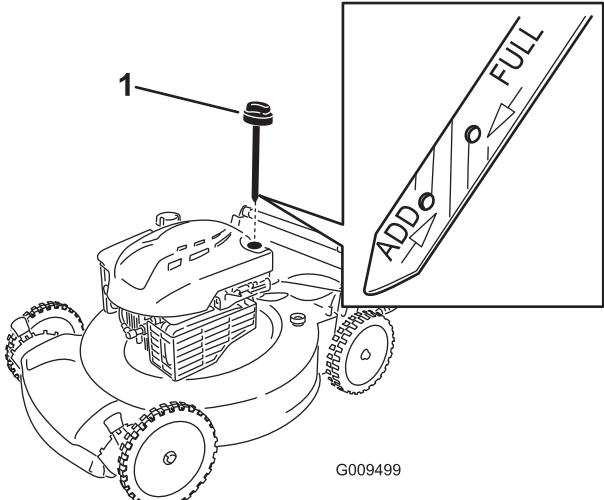

Bild 28
- Nehmen Sie den Peilstab aus dem Öleinfüllstutzen (Bild 28).